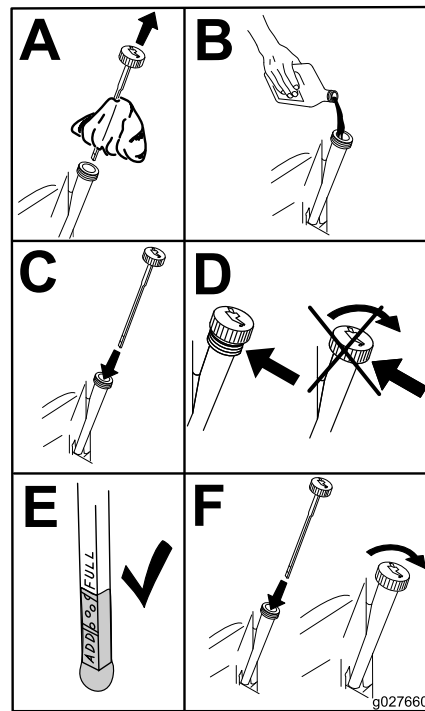

Figure 47
4. Versez lentement environ 80 % de l'huile spécifiée dans le tube de remplissage, puis faites l'appoint lentement pour faire monter le niveau jusqu'au repère maximum (Full) (Figure 47).